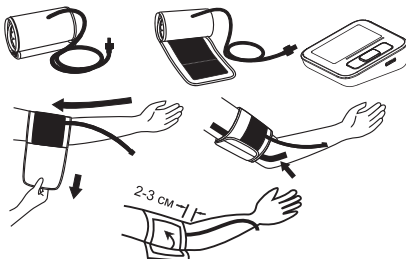

Рис. 6
7.2 Установка манжеты (см. рисунок 6)